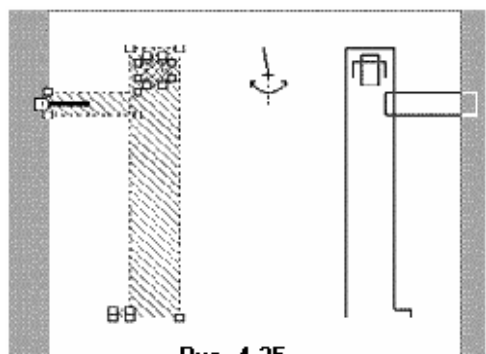

Рис. 4.25
9. Поместите курсор в середину окна электромагнитной структуры. Нажмите левую кнопку мышки и, не отпуская её, двигайте курсор вправо, затем отпустите кнопку. Выбранный образец отображается зеркально. Оставьте зеркально отображаемый образец выбранным (Рис. 4.25).
11. Нажмите левую кнопку мышки и, не отпуская её, перетащите курсор вправо, пока край выходного проводника не совпадёт с краем подложки, как показано на рис. 4.25. Отпустите кнопку мышки.